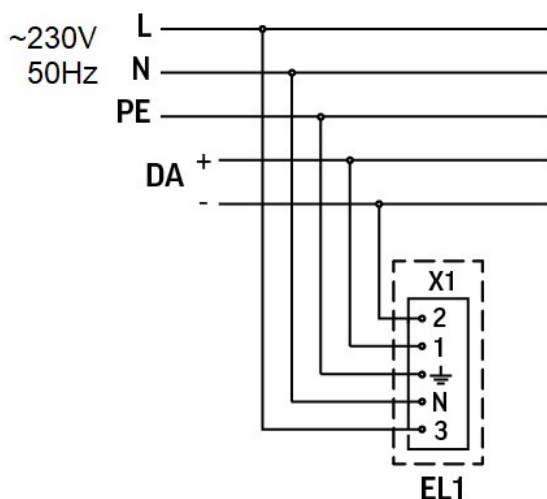

Рис.3
- Схема подключения к сети питания и управления DALI показана на рис.3, схема подключения к сети питания показана на рис.4.